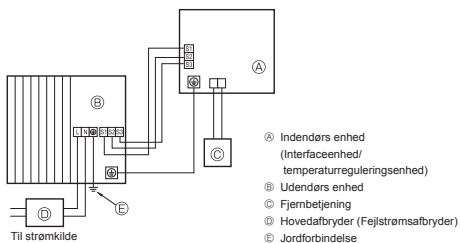
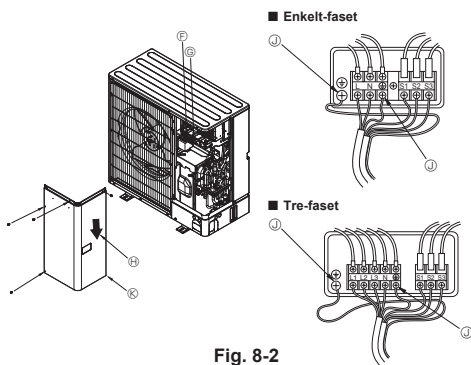

Fig. 8-1
Fig. 8-2
8.1. Udendørs enhed (Fig. 8-1, Fig. 8-2)
① Afmonter servicepanelet.
② Før kablerne som angivet i Fig. 8-1 og Fig. 8-2.